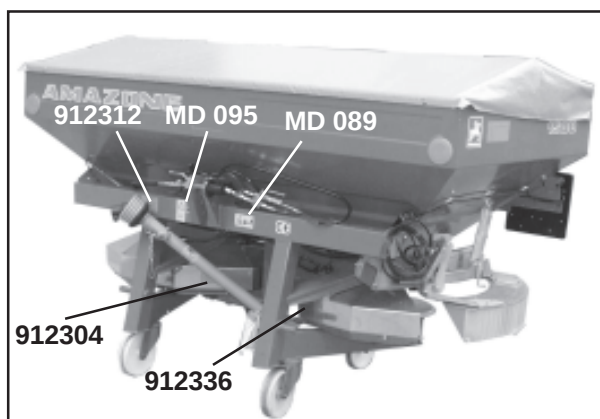
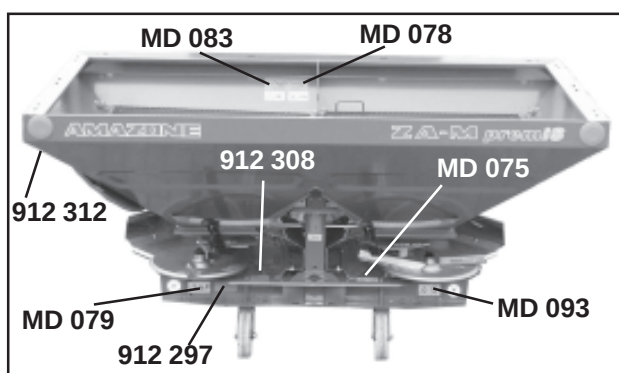

Fig. 2.1
Fig. 2.3
- Fig. 2.1, 2.2 en fig. 2.3 tonen de bevestigingsplaatsen voor de gevaren- en aanwijzingsstickers op de machine. De bijbehorende verklaringen vindt U ook op de volgende pagina.